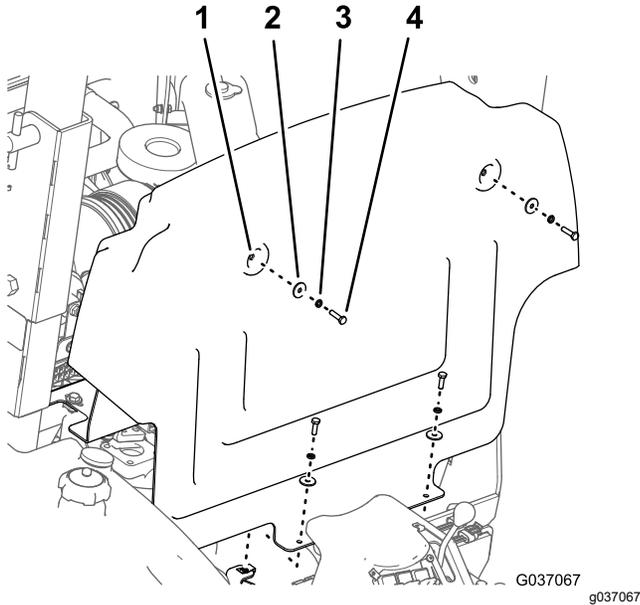

Figure 7
2. Retirez les 4 boulons (6 x 25 mm), les 4 rondelles frein (6 mm) et les 4 rondelles plates (6 mm) qui fixent le tablier au châssis de la machine (Figure 7).
3. Déplacez le tablier vers le haut et l'avant pour le déposer de la machine (Figure 7).